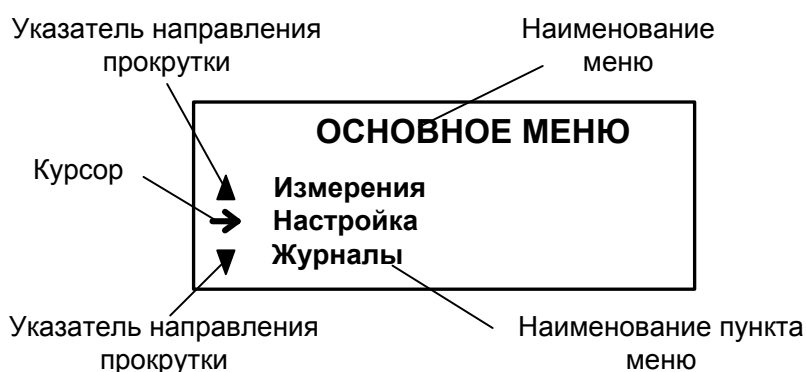

Рис. 3. Вид основного меню.
2.4.1.1. Основное меню (рис.3) имеет неизменный состав. Состав и структура подменю и окон, а также возможности модификации установочных параметров определяются режимом работы расходомера.
2.4.1.3. Индикация на дисплее состоит из наименования меню (окна), располагающегося неподвижно в первой строке дисплея жидкокристаллического индикатора (ЖКИ), и наименований пунктов меню (параметров), которые могут смещаться вверх или вниз (рис.3).
2.4.1.5. Одновременно на дисплее может индицироваться не более 3-х строк (пунктов меню, параметров из списка). Поэтому в начале первой и последней строк пунктов (параметров) могут располагаться указатели направления прокрутки в виде треугольников (рис.3), вершины которых направлены в стороны возможного перемещения курсора по строкам (пунктам меню, параметрам).